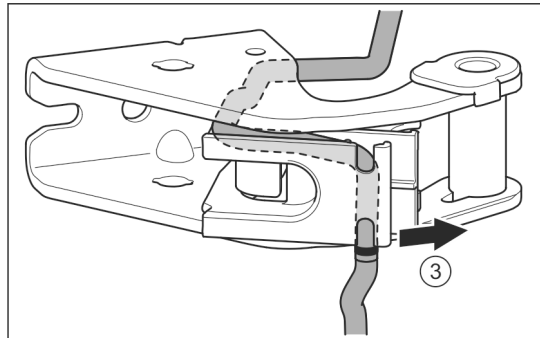

Fig. 30
- ▶ Kabel uit de geleiding losmaken. Fig. 30 (3)